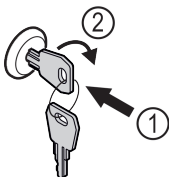

Fig. 170
- ▶ Włożyć kluczyk Fig. 170 (1).
- ▶ Przekręcić kluczyk o 90° w prawo Fig. 170 (2).